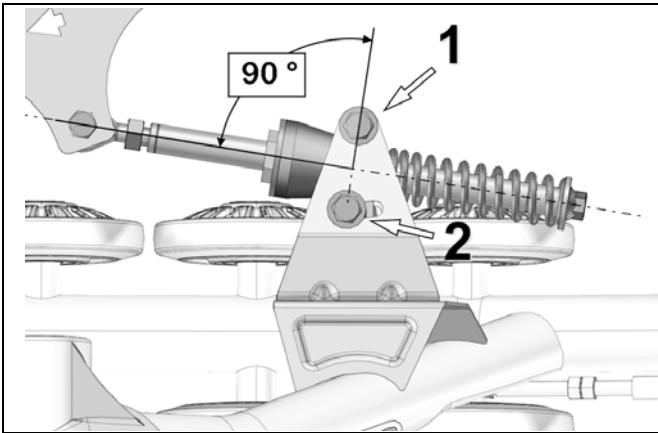

Abbildung 18
- Stellen Sie die Verdrehsicherungs-Halterung im 90° Winkel (senkrecht) zur Stabilisierungsstange ein. Ziehen Sie die beiden Befestigungsschrauben (1 und 2) des Verdrehsicherungsbügels auf ein Drehmoment von 50 Nm an. Siehe Abbildung 18.